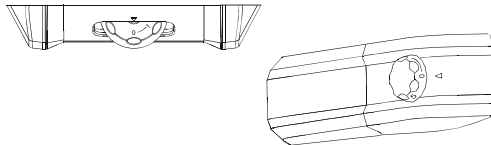

Abb. 21
- 1) Den Regler in die Position "0" drehen. (Abb. 21)